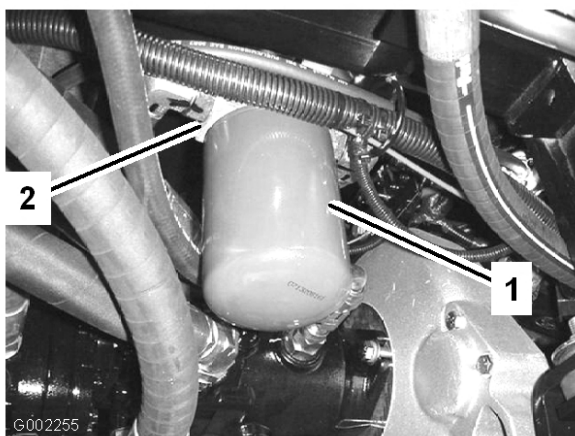

Figura 58
2. Limpie alrededor de la zona de montaje del filtro (Figura 58).
4. Retire el filtro (Figura 58).
5. Lubrique la junta del filtro nuevo (Figura 58).